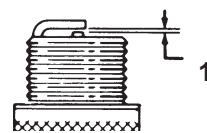

Figure 30
6. Réglez l'écartement des électrodes à 0,76 mm, comme indiqué dans la Figure 30.